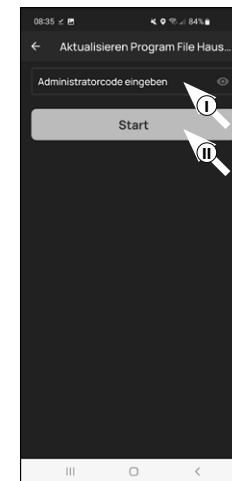

Abb. 11
- ⑪ Sie werden gebeten, sich mit Ihrem Administratorcode zu verifizieren. Geben Sie ihn ein und bestätigen Sie mit „Start“ (Abb. 11).